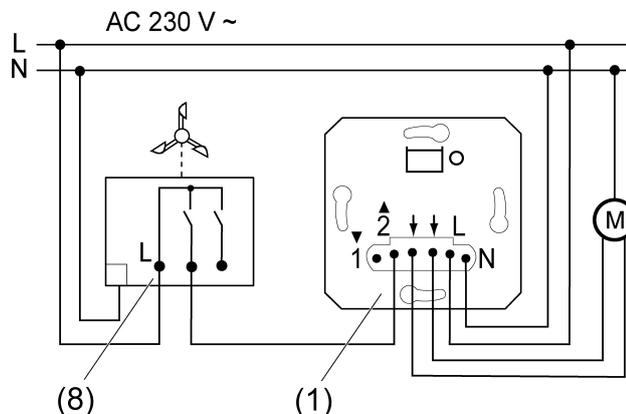

Figura 6: Esempio di collegamento di sensore vento
- Collegare il sensore vento (8) in base all'esempio di collegamento (Figura 6). L'allarme vento viene realizzato attraverso l'ingresso del regolatore esterno 2.